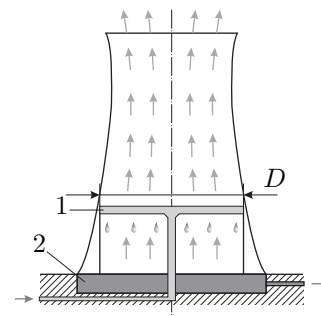

Рис. 3
На промышленных предприятиях для охлаждения больших объемов воды используют градирни (рис. 3). Рассмотрим идеализированную градирню, представляющую собой широкий цилиндр диаметром $D = 15$ м, в котором на некоторой высоте H от основания через специальные форсунки (1) распыляется горячая вода, температура которой $t_1 = 50^\circ\text{C}$. По мере падения она остывает до температуры $t_2 = 28^\circ\text{C}$. Посредством вентилятора навстречу падающим каплям снизу со скоростью $u = 2,0$ м/с поднимается воздух при температуре $t_0 = 29^\circ\text{C}$. Считайте, что его температура на протяжении всего пути остается неизменной, а влажность меняется от $\varphi = 40\%$ на входе, до $\varphi_1 = 100\%$ на выходе из градирни. Какова производительность q градирни, то есть, сколько тонн воды охлаждается в ней за один час?